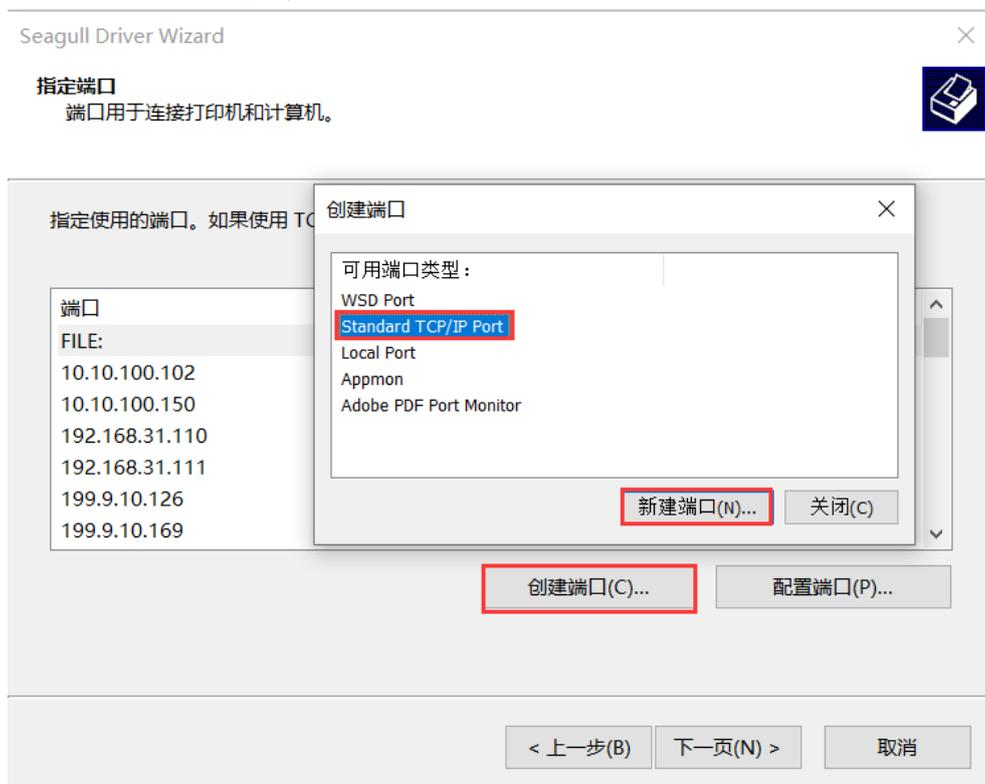

图 2-48 指定端口界面
5. 在“指定端口”界面中，点击“创建端口”，弹出“创建端口”对话框，选择“Standard TCP/IP Port” - “新建端口”，如图 2-48 所示。